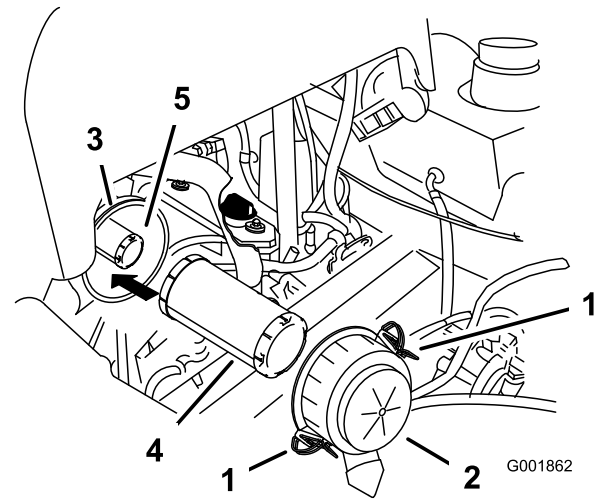

Figura 44
1. No limpie el filtro de papel, cámbielo (Figura 44).
4. Abra los cierres del limpiador de aire y tire de la tapa del limpiador de aire para separarla de la carcasa del limpiador de aire (Figura 44).
6. Extraiga con cuidado el filtro primario del cuerpo del limpiador de aire (Figura 44). Evite golpear el filtro contra el lado de la carcasa.